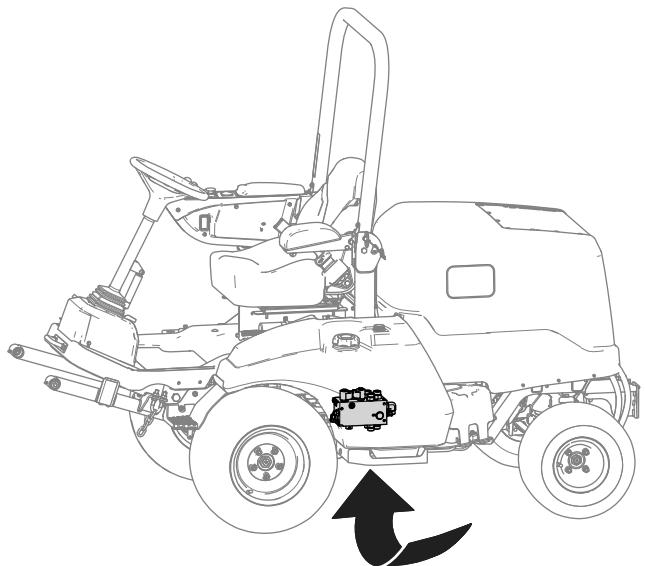

Figura 23
3. Localizai colectorul de ridicare de sub maină (Figura 23).